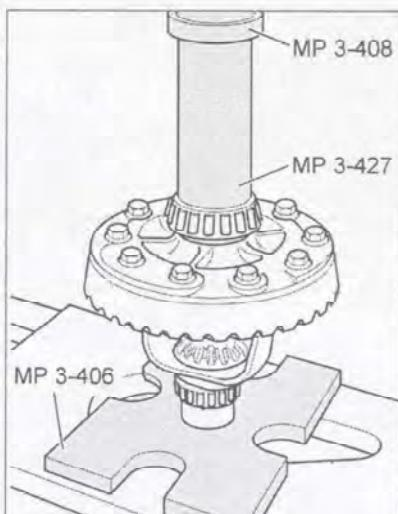

Рис. 7.290. Установка внутренней обоймы большого роликоподшипника.
5. Напрессуйте внутреннюю обойму большого роликоподшипника с помощью специального инструмента до упора (рис. 7.290).